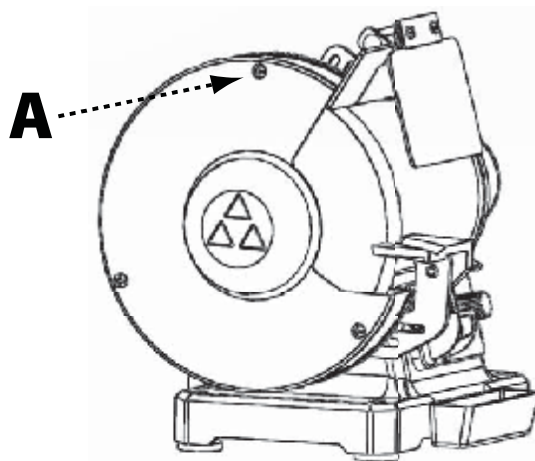

FIGURE 4
1. Retirez les vis de serrage à la main (A) en retenant la face externe du carter de meule contre le cadre de l'outil. Voir Figure 4.
Pour les étapes 1-4, consultez les Figures 4 et 5 sur la page 24: